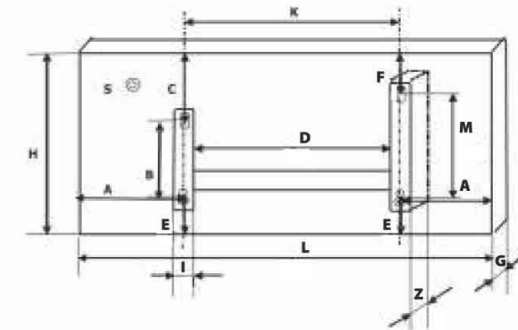

Рис. 2
Габаритные размеры конвектора согласно рис. 2 приведены в таблице 2
Установочные размеры конвектора согласно рис. 2 приведены в таблице 3.
3. В соответствие с рис. 2, 4 и таблицами 2, 3 определите место установки конвектора с соблюдением минимальных расстояний от предметов и минимального расстояния от пола.